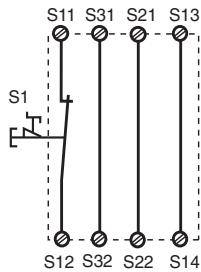
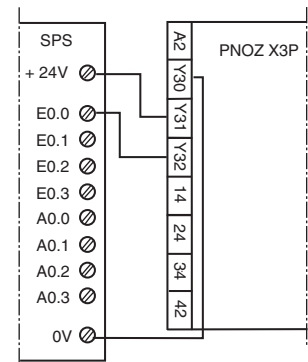

Fig. 2: Eingangskreis einkanalig, automat. Start/Single-channel input circuit, automatic reset/Commande par 1 canal, validation automatique
Fig. 10: Anschlussbeispiel für Halbleiterausgang/ Connection of semiconductor output/ Câblage de la sortie statique
In Fig. 2 ... Fig. 10 sind Anschlussbeispiele für NOT-AUS-Beschaltung mit automatischem und überwachtem Start, Schutztüransteuerungen sowie Kontaktvervielfachung durch externe Schütze.
- Fig. 2 und 7: **keine** Verbindung S33-S34
Beachten Sie bei Fig. 2 und 7: Das Gerät startet bei Spannungsausfall und -wiederkehr automatisch. Verhindern Sie einen unerwarteten Wiederanlauf durch externe Schaltungsmaßnahmen.
In Fig. 2 ...Fig. 10 are connection examples for Emergency Stop wiring with automatic and monitored reset. Safety gate controls as well as contact expansion via external contactors.
- Fig. 2 and 7: S33-S34 **not** connected
Please note for Fig. 2 and 7: the device starts automatically after loss of power. You should prevent an unintended start-up by using external circuitry measures.
Les figures 2 à 10 représentent les différents câblages possibles du PNOZ X3P à savoir : poussoir AU avec réarmement automatique ou auto-côntrolé, interrupteurs de position et augmentation du nombre des contacts de sécurité par contacteurs externes.
- Fig. 2 et 7: **pas** de câblage sur S33-S34
Dans le cas de la figure 2 et 7, l'appareil se réarme automatiquement après une coupure et une remise sous tension. Evitez tout risque de redémarrage par un câblage externe approprié.